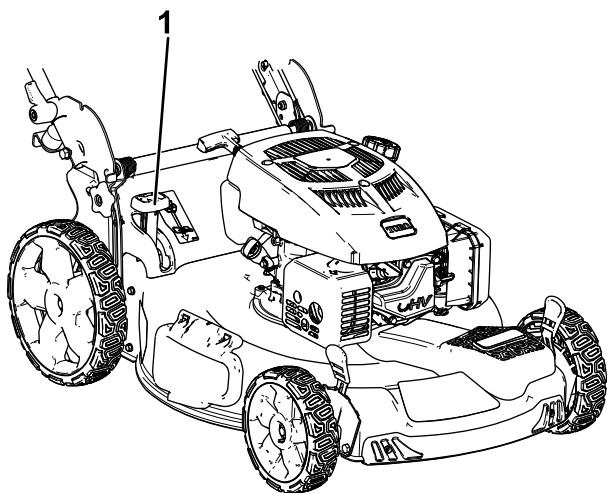

Figura 20
- **Para ensacar los recortes de hierba y hojas,** presione el botón de la palanca de ensacado a demanda y mueva la palanca hacia delante hasta que salte el botón de la palanca (Figura 20).